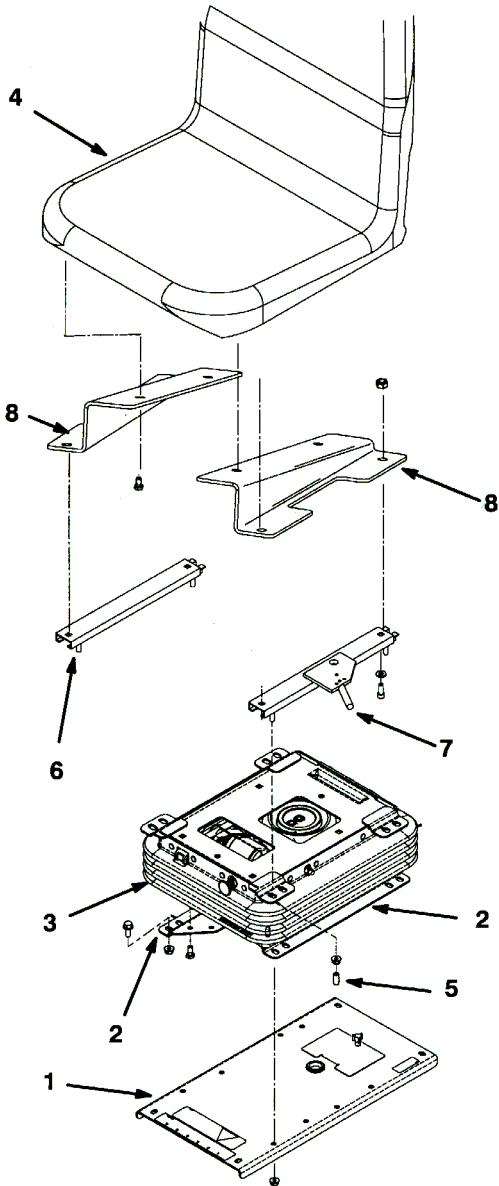

図5
- 座席取り付けプレートをトラクションユニットのフレームに固定している 4 本のボルトとナット（図5）を外す。シート・プレートを外す。
2. キットに入っているボルト4本を使用して、下部ブラケットをサスペンションに取り付ける(図5)。
3. キットに入っているボルト4本とナットを使用して、下部ブラケットとサスペンションを座席取り付けプレートに取り付ける(図5)。
4. キットに入っているボルト4本とナットを使用して、座席ブラケットとサスペンションを座席取り付けプレートに取り付ける(図5)。
5. ボルト4本を使用して、左右の座席マウントを座席に取り付ける(図5)。マウントは、高くなっている方が座席の前側にくるように取り付ける。
6. キットに入っているボルト4本、平ワッシャ、ナットを使用して、左右の座席マウントに上部ブラケットを取り付ける(図5)。レバーのついているブラケットを左側の座席マウントに取り付けること。
7. キットに入っているナット4個を使用して、上部ブラケットを座席に取り付ける(図5)。座席のスタッドにビニール製のキャップをかぶせること。